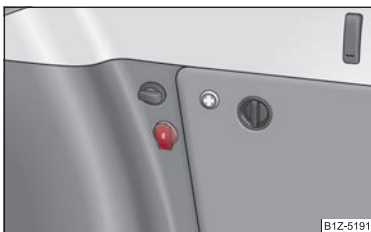

Fig. 87 Spațiul pentru bagaje: Priză
- Deschideți capacul prizei ⇒ fig. 87.